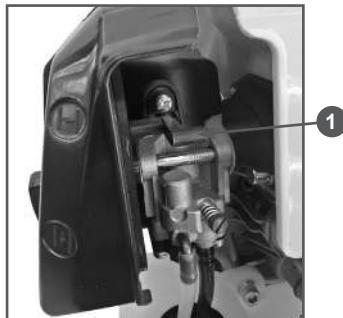

Рис. 8 Расположение воздушной заслонки
- Закройте воздушную заслонку. Для этого рычаг заслонки 1 поднимите вверх (Рис.8).